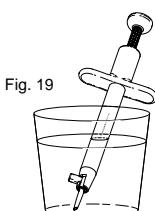

Fig. 19
- Injectorul asamblat complet este plasat cu vârful în jos într-un recipient cu SSE pentru a menține hidratarea lentilei. (Fig. 19)